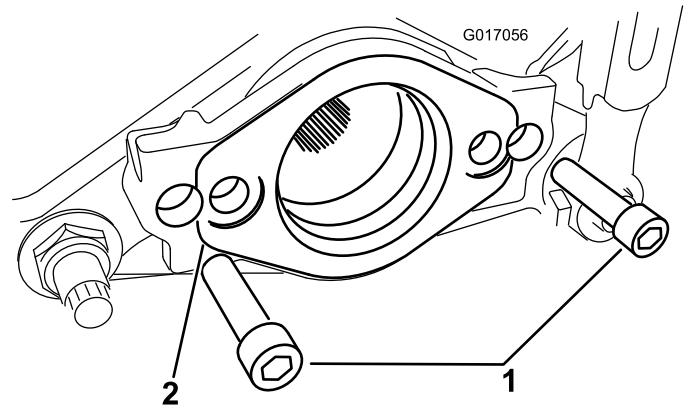

Figura 3
7. Retire los 2 tornillos allen que fijan el soporte del motor al extremo derecho de la unidad de corte. Retire el soporte del motor (Figura 3).